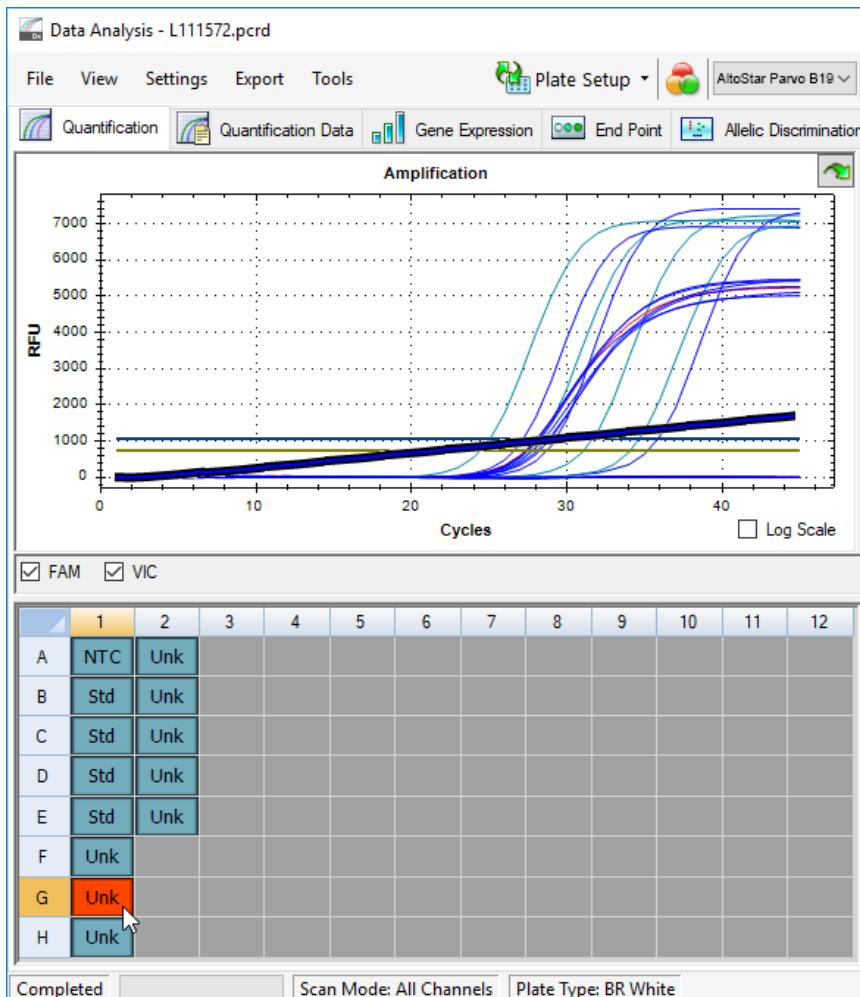

Figura 6: Ventana Data Analysis (análisis de datos): señal de PCR irregular
2. Identifique pocillos con señales de PCR irregulares (aumento de señal lineal, picos de señal, etc.) en cualquiera de los canales de detección FAM™ (parvovirus B19 objetivo) y VIC™ (IC) (consulte la figura 6).